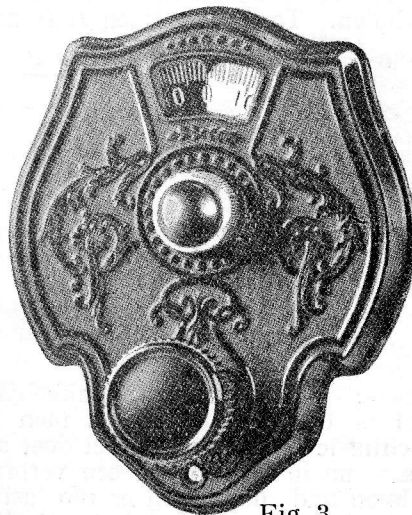

Fig. 3.
3. Pilot fijnregelknop de Luxe (zie fig. 3.)